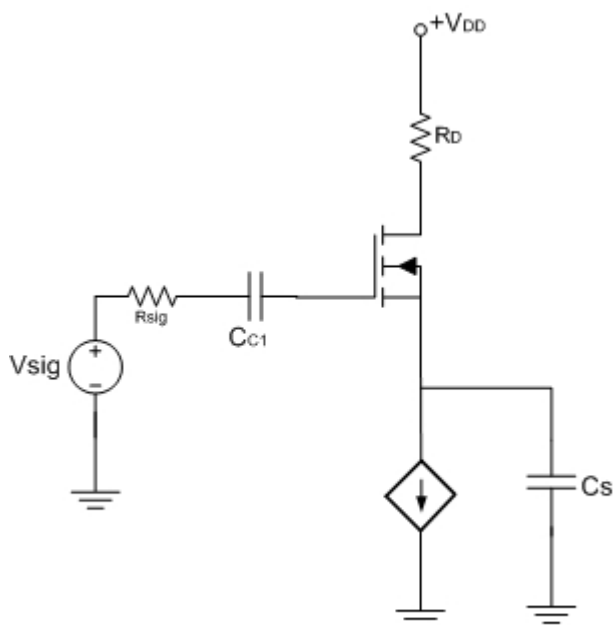

Figura 11
12. Observe a figura 11.
No circuito amplificador fonte comum da figura 11,  $C_{c1}$  e  $C_s$  são, respectivamente, capacitores de